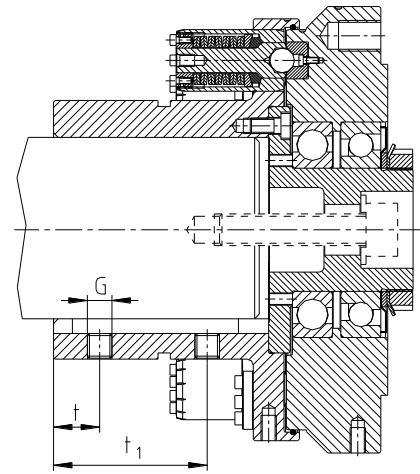

Fig. 6
- Il convient de prévoir une vis de blocage selon la norme DIN EN ISO 4029 avec tranchant annulaire ou une rondelle d'extrémité pour la fixation axiale des moyeux (voir figure 6).